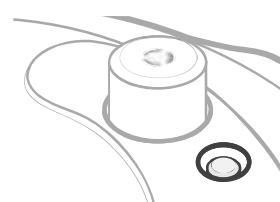

Figure 4.3
10. La soupape à flotteur s'abaisse pour indiquer que la pression a été entièrement relâchée. [Figure 4.3]